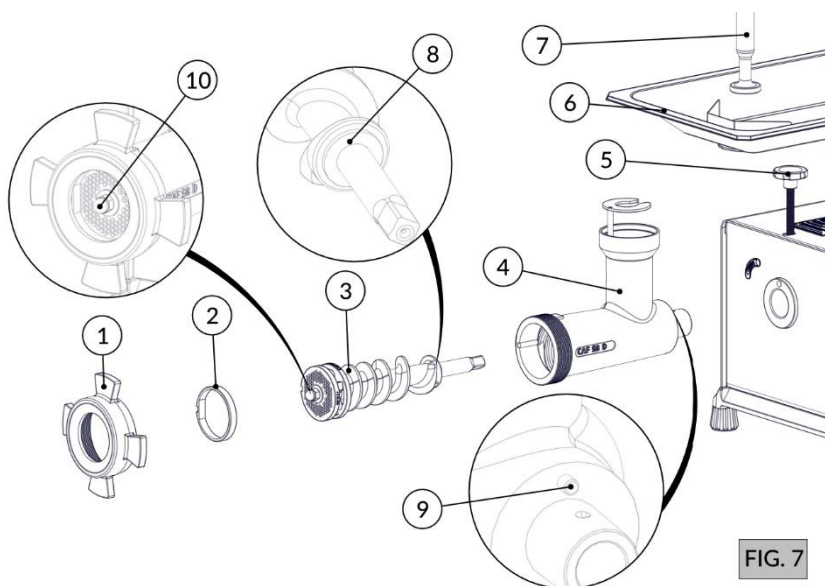
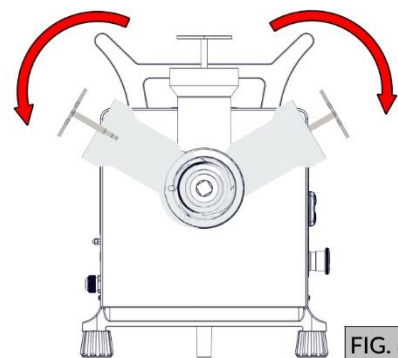

FIG. 7
FIG. 8
1. Retire o soquete (Item 7 - FIG. 7);
2. Retire a bandeja (Item 6 - FIG. 7);
3. Solte o volante (Item 1 - FIG. 7);
4. Retire o anel (Item 2 - FIG. 7) conforme o tipo de moagem;
5. Retire o caracol conjunto (Item 3 - FIG. 7) conforme o tipo de moagem, assegurando que ele está com a arruela (Item 8 - FIG. 7), item importante para o bom funcionamento da máquina;
6. Solte o manípulo (Item 5 - FIG. 7);
7. Solte o bocal (Item 4 - FIG. 7) pressionando-o lateralmente, como uma alavanca, conforme (FIG. 8). Ao montar novamente os itens, observe se o pino trava (Item 9 - FIG. 7) encaixou corretamente, e se o caracol conjunto está com a porca trava (Item 10 - FIG. 7), pois são itens **IMPORTANTES PARA SEGURANÇA**.